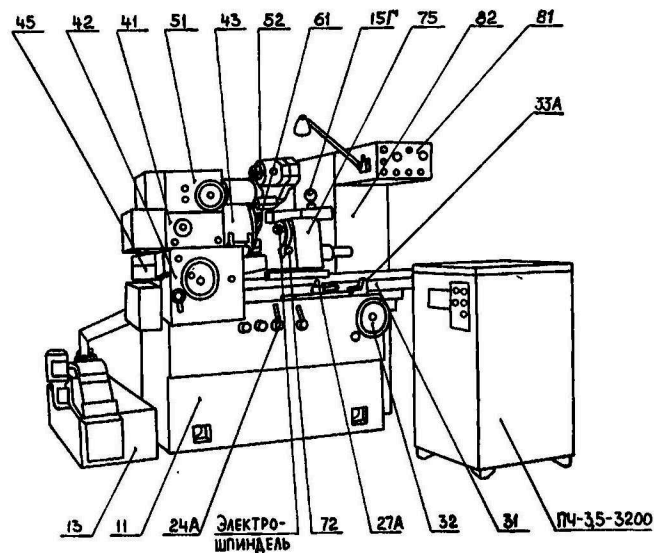

Рис. 1. Общий вид станка модели 3К225А с обозначением узлов
1.2.1. Общие виды станков с обозначением основных узлов показаны на рис. 1, 2.
* Узлы на рис. 1, 2 не показаны.